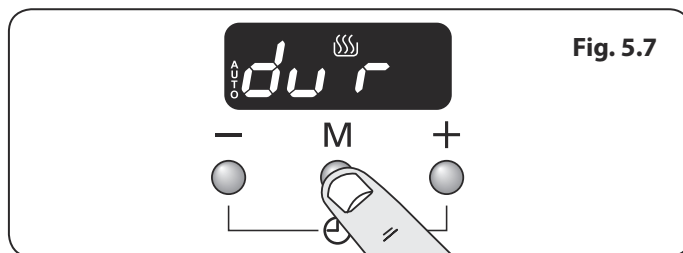

Fig. 5.7
1. Tryck på lägesknappen [M] tills displayen blinkar (dur) (**Fig. 5.7**). Ställ därefter in "tillagningstiden" med knapparna [+] eller [-].